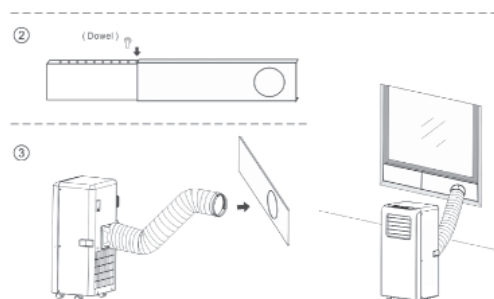

Fig. 6
4. Schließen Sie das Abflussrohr wie in Abbildung 6 gezeigt an, wenn Ihr Gerät über die Heizoption verfügt.